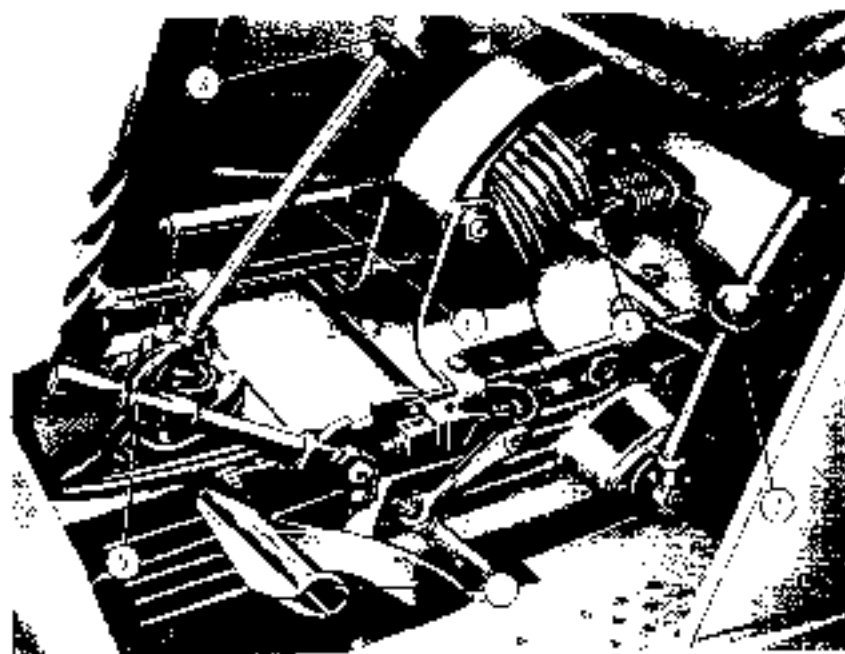

Fig. 6
- la leva del cambio sia in folle (3 fig. 6) - in caso contrario il dispositivo di sicurezza impedirebbe l'avviamento del motore;
- la leva di innesto della presa di potenza sia in folle (5 fig. 6);
3. Premere a fondo il pedale della frizione (3 fig. 6).
7. Premere a fondo il pedale della frizione e avviare la leva del cambio (3 fig. 6) e del settore gamma di velocità (2 fig. 6) in corrispondenza della marcia desiderata.
Per passare da una marcia ad un'altra o da una stessa gamma, si dovrà agire esclusivamente sulla leva del cambio (2 fig. 6), dopo aver disinnestato la frizione.
La presa di potenza, a comando meccanico completamente indipendente (a richiesta), mediante leva a mano (cfr. fig. 6), è sincronizzabile con il motore oppure con le ruote posteriori.
1. portando la leva (cfr. fig. 6) tutta in basso si ottiene la sincronizzazione con il motore (540 giri)
N.B. La leva di selezione (cfr. fig. 6) è provvista di una posizione intermedia di folle.